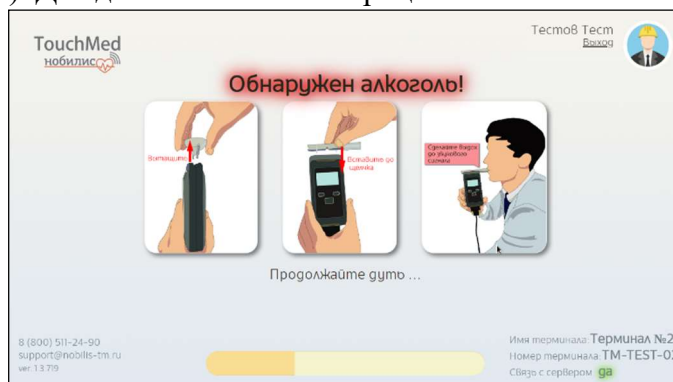

Рисунок 21 – Тест на количественное определение паров этанола
- сделайте глубокий вдох, после этого плотно обхватите мундштук губами, и дуйте в него (долго, примерно 5-6 секунд - Рисунок 21) до характерного щелчка.
Во время продувки и обработки результатов замера паров этанола заполняется шкала-индикатор (Рисунок 21). Дождитесь окончания процесса.